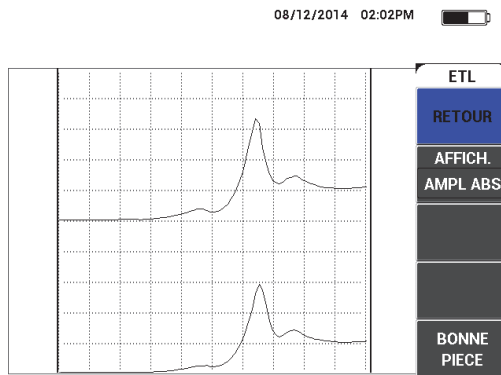

Figure 6-64 Signal de la zone sans défauts
5. Placez la sonde sur une zone sans défauts, et puis appuyez sur **BONNE PIÈCE** (touche E) [voir la Figure 6-64 à la page 184].